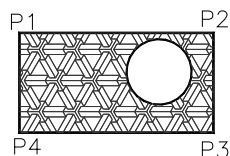

Fig. U9.22
6. Apelând comanda *AREA* se calculează aria suprafeței hașurate din Fig.U9.22. Dialogul comenzii este: <First point>/Object/Add/Subtract: